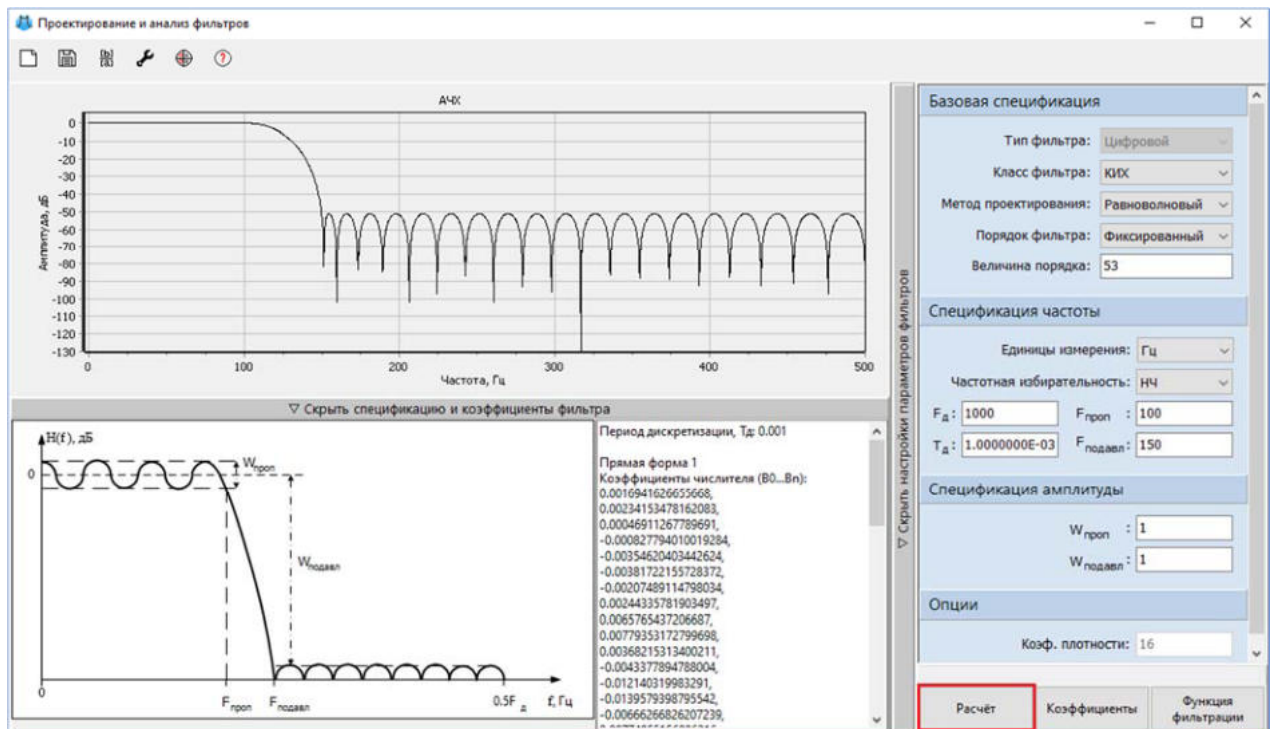

Рис. 7. Окно "Проектирование и анализ цифровых фильтров" с рассчитанными характеристиками и выделенной кнопкой "Расчет".
3. Требуется рассчитать фильтр одинарным нажатием на кнопку **Расчёт**, выделенную на рисунке (Рисунок 7). После расчета характеристики фильтра должны выглядеть аналогично рисунку (Рисунок 7).